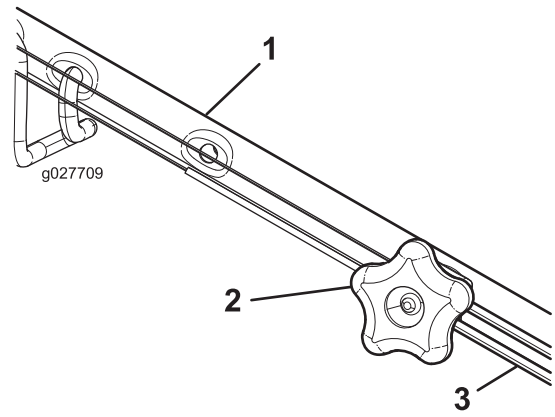

Figura 31
- Gire el pomo de ajuste en sentido antihorario para aflojar el cable (Figura 31).
- Ajuste la tensión del cable (Figura 31) tirando del mismo hacia atrás o empujándolo hacia adelante, y sujételo en esa posición.